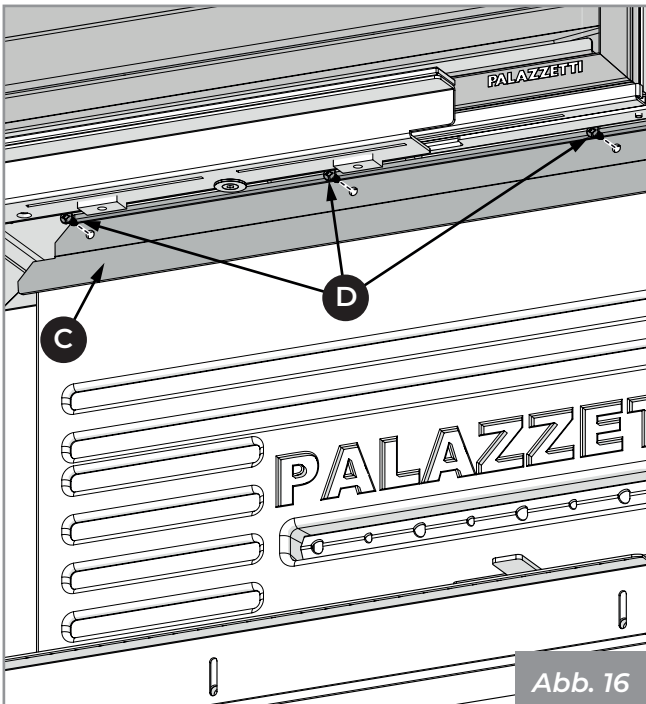

Abb. 16
- 2) Blockieren Sie das feuerfeste Material mit der Halterung (C) und befestigen Sie es mit den entsprechenden Schrauben (D) (Abb. 16).